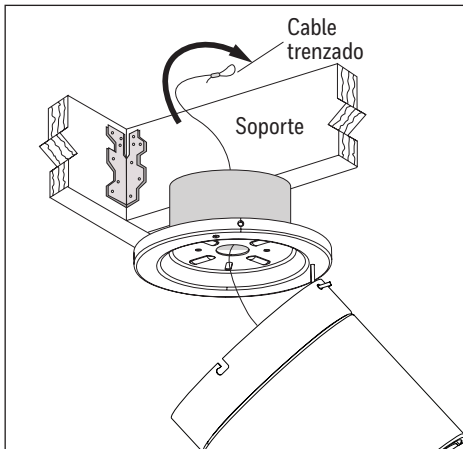

Figura 3.1
1. Pase el bucle del cable trenzado, preensamblado en el ensamble del motor, hacia arriba a través de la caja de salida montada en el techo (Figura 3.1).